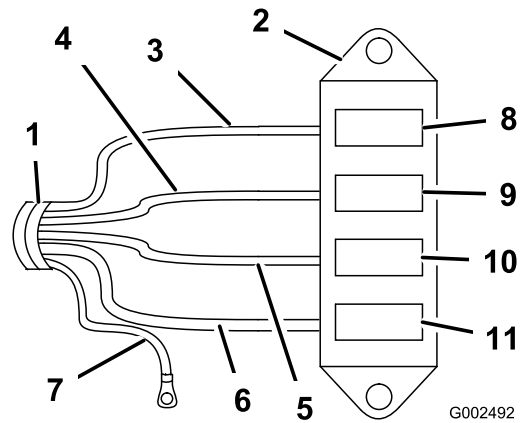

Figura 11
7. Conecte el arnés de cables al bloque de fusibles conectando los cables del arnés a los conectores de cable correspondientes ubicados en la parte trasera del bloque de fusibles (Figura 11).